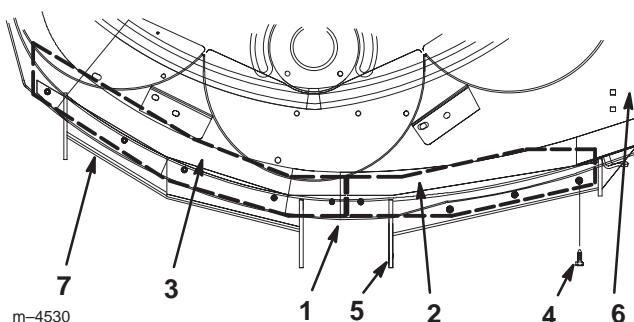

Figura 18
7. Collocate i deflettori come riportato nella figura 18.